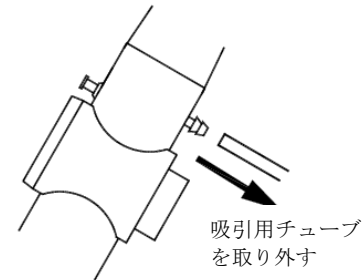

図1
- (1) 内視鏡の吸引口金（図1）に差し込んでいる吸引用チューブを取り外す。